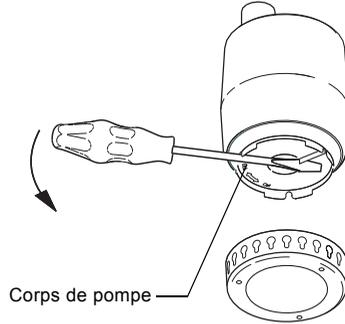

Fig. 11 Démontage du corps de pompe
3. Faire tourner le corps de pompe de 90 ° dans le sens anti-horaire à l'aide d'un tournevis, voir la flèche sur le corps de pompe. Retirer le corps. Voir fig. 11.